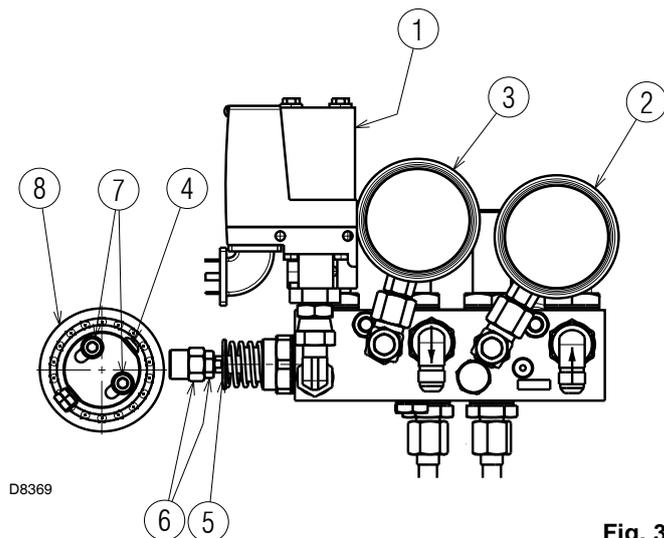

Fig. 32
- D 燃油调节凸轮：拧松螺丝 7) (图 . 32)，转动螺丝 4) (图 . 32)，改变偏心率。拧紧螺丝 4) (图 . 32) 可增大偏心率，这样可对到喷嘴的最大回油压力和最小回油压力范围设定不同压力。
图示 (图 . 32)
要做到这点，必须通过旋转螺母 6) (图 .32) 调节轴的长度 5) (图 .32)。
建议进行初步调节不冒烟即可，尽快调到燃烧器最大出力 (最大出力时伺服电机角度为 130°)：通过调节偏心轮上的调节螺丝 4) (图 .32) 以达到喷嘴所需出力，然后继续调节中间出力位置。